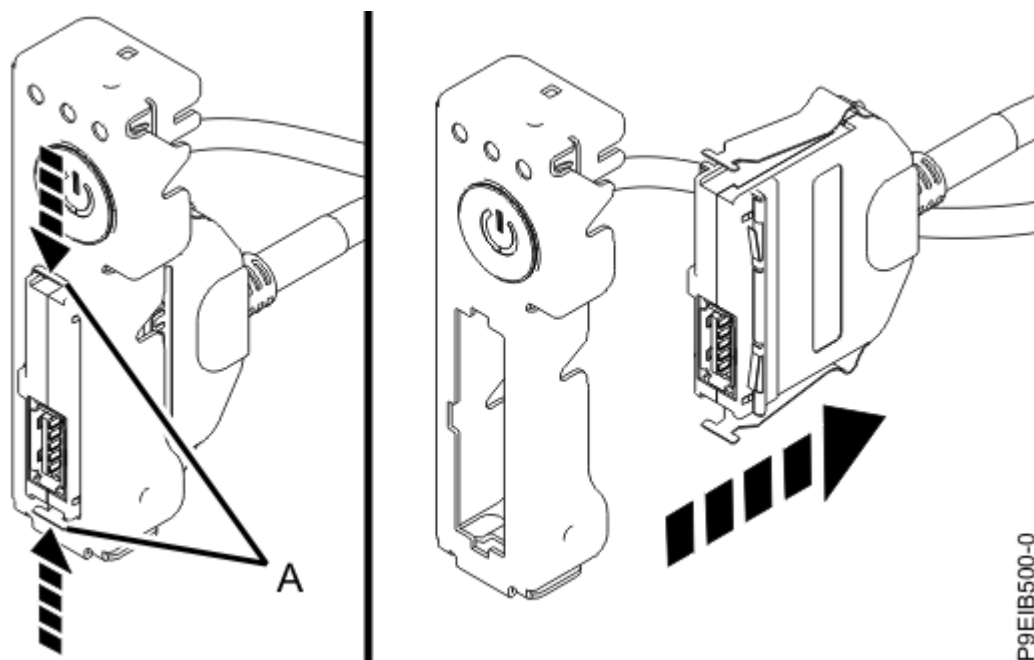

Figura 107. Extracción del conector y cable USB del sistema interruptor de alimentación
9. Presionando las palancas de liberación **(A)** del conector, desconecte el conector y cable USB del interruptor de alimentación, tal como se muestra en la Figura 107 en la página 123.